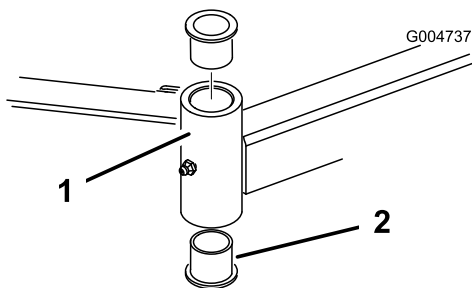

Figura 108
4. Introduza um punção para cavilhas na zona superior ou inferior do tubo de montagem e retire o casquilho para fora do tubo (Figura 108).